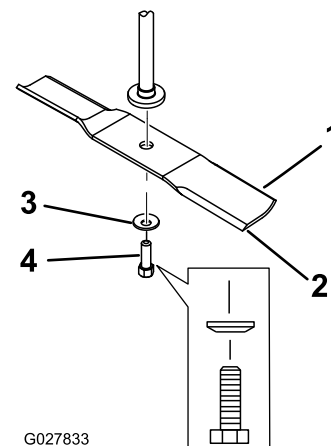

Рисунок 60
2. Отверните болт ножа, снимите изогнутую шайбу и нож с вала шпинделя (Рисунок 60).
1. Установите нож на шпindel (Рисунок 60).
2. Установите изогнутую шайбу (чашеобразной стороной в сторону ножа) и болт ножа (Рисунок 60).